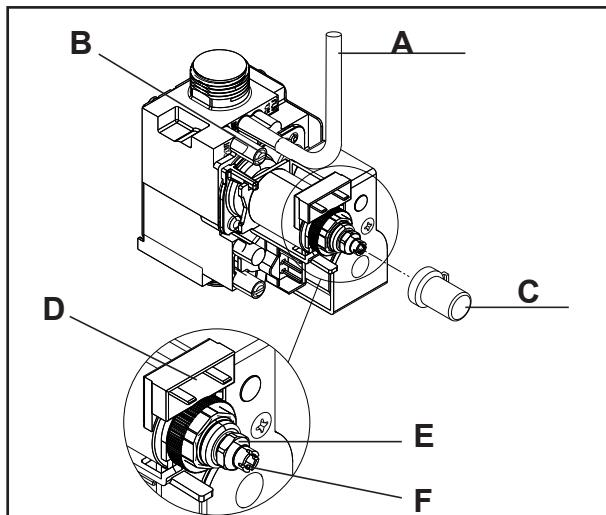

Fig. 15
- 松开二次测压口 B 内螺丝两圈，接上测压计 (Fig.15)；
- 取下空气补偿管 A (Fig.15)。
- 取下安全帽 C (Fig.15)；
- 用 10 号套筒，调节最大功率调节螺母 E 至额定压力 见燃气参数表 (Fig.15)；
- 取下一根调节阀电源线 D (Fig.15)；
- 等压力稳定后，调节调节阀内芯 F (Fig.15)，直至 压力符合燃气参数最小功率值要求，注意不可接触调节阀内芯内部金属轴；
- 取下安全保护帽； C (Fig.15)
- 用 10 号套筒调节最大功率调节螺母 E 至额定压力，见燃气参数表； (Fig.15)
- 取下一根调节阀电源线 D； (Fig.15)
- 等燃气压力稳定后，调节最小功率调节阀内芯 F (Fig.15)，直至压力符合燃气参数表最小功率值要求；